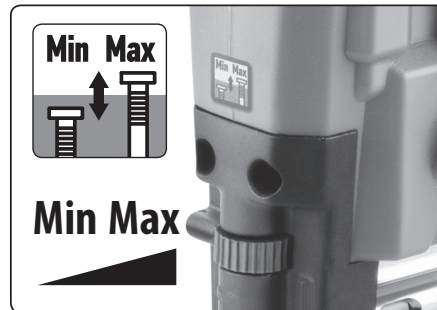

Abb. 6 Setzkraftregelung
- Drehen Sie das Einstellrad (Abb. 1, Position 14), um die Schlagkraft (Abb. 6) in Bezug auf die Nagellänge und die Materialhärte einzustellen (weitere Informationen siehe Kapitel V). Die optimale Einstellung der Schlagkraft sollte durch Probeschüsse in ein Materialmuster erfolgen, das anschließend verwendet wird.